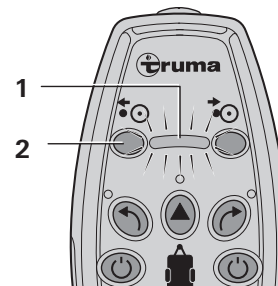

Bild 7
- Taste (Bild 7 - 2) auf der Fernbedienung 5 Sekunden drücken und dann loslassen. Die Antriebsrolle schwenkt zurück. Nachdem die Antriebsrolle komplett zurück geschwenkt ist, fährt diese zum Abschluss des Vorgangs wieder einige Millimeter vor, um die Mechanik zu entlasten. Dieser Vorgang muss abgewartet werden. Die Anzeige (Bild 7 - 1) blinkt während des Prozesses.